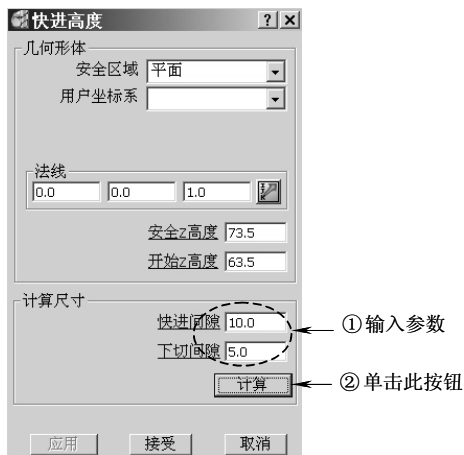

图 10-14 设置快进高度参数
3) 设置快进高度：在 PowerMILL 综合工具栏中单击快进高度按钮，打开“快进高度”表格，按图 10-14 所示设置快进高度参数，完成后单击“接受”按钮退出。